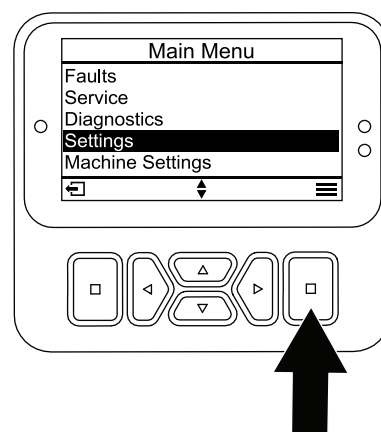

Figura 25
1. Din MAIN MENU (Meniul Principal), derulai în jos la meniul SETTINGS (Setări) i apăsai butonul de selectare (Figura 25).